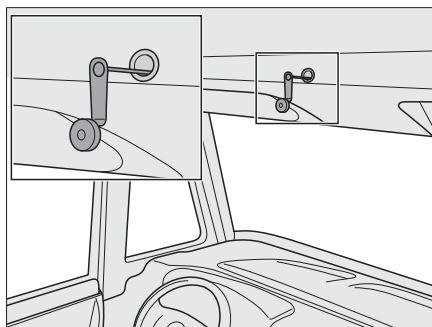

Fig. 165 Azionamento di emergenza del letto basculante elettrico
- ▷ In caso di black-out elettrico il letto basculante può essere azionato anche con una manovella di emergenza (Fig. 165). Essa si trova nella cucina componibile.